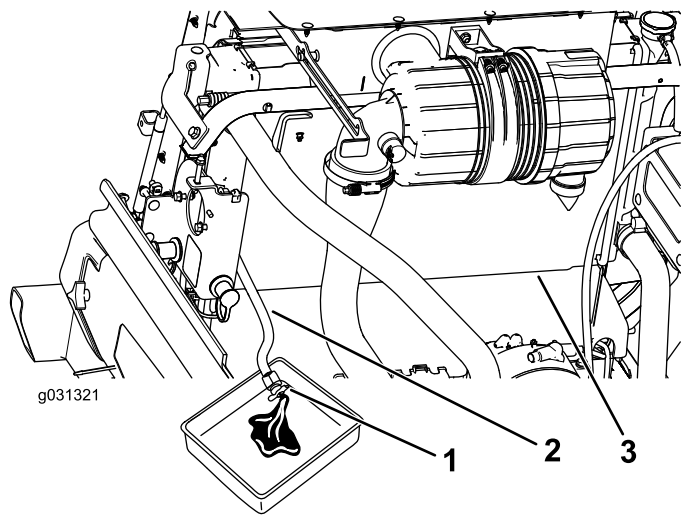

Figure 123
- Placez le flexible de vidange du radiateur dans un bac de vidange, ouvrez le robinet de vidange sur le flexible de radiateur et vidangez le liquide dans le bac (Figure 123).
- 4. Fermez le robinet de vidange sur le flexible de vidange (Figure 123).